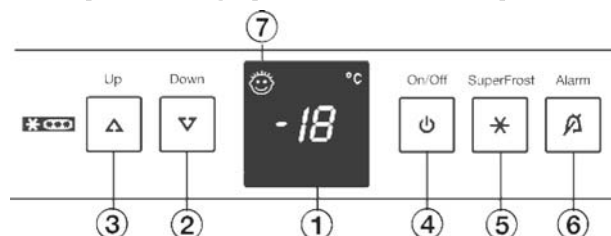

Рис. 2
- ▶ Нажмите кнопку «On/Off» [Вкл./Выкл.] Рис. 2 (4).
▶ Активация режима настройки: удерживайте кнопку «SuperFrost» Рис. 2 (5) нажатой в течение приблизительно 5 секунд.
▶ С помощью кнопок настройки температуры «Up» Рис. 2 (3) или «Down» Рис. 2 (2) выберите степень яркости.
▶ Для подтверждения кратковременно нажмите кнопку «SuperFrost» Рис. 2 (5).
▶ Чтобы увеличить яркость дисплея: нажимайте кнопку «Up» Рис. 2 (3).
▶ Чтобы уменьшить яркость дисплея: нажимайте кнопку «Down» Рис. 2 (2).
▶ Для подтверждения нажмите кнопку «SuperFrost» Рис. 2 (5).